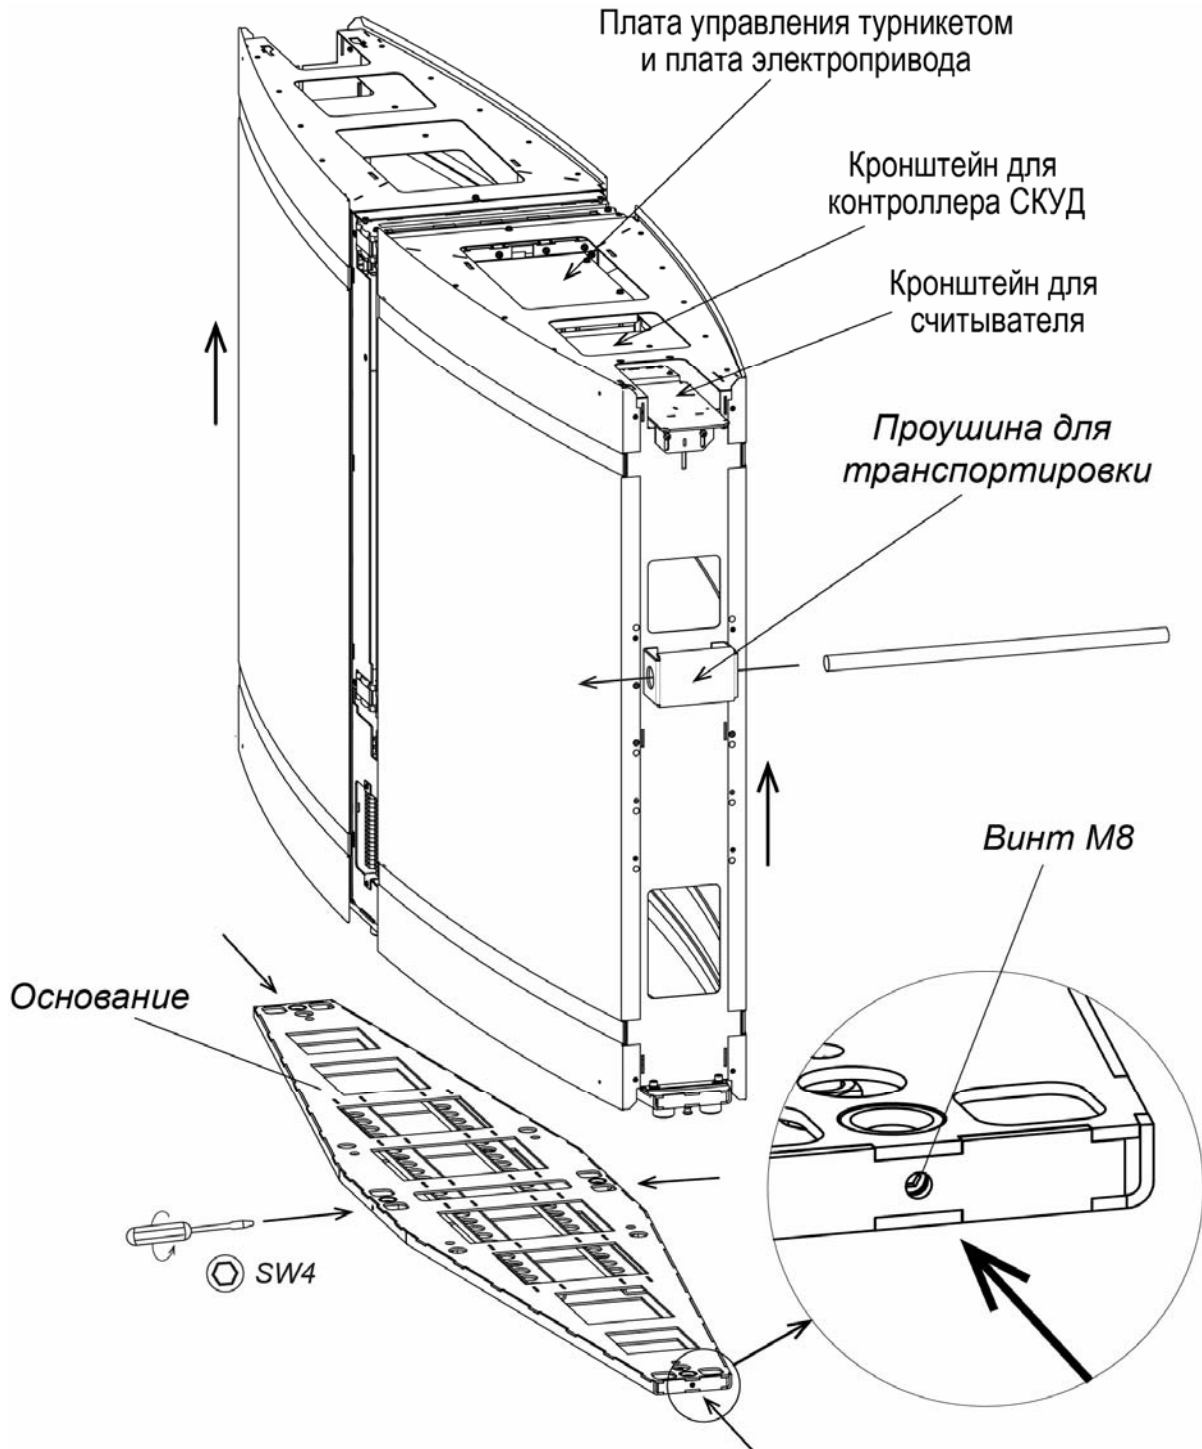

Рисунок 20. Демонтаж секции с основания
10. Установите секцию *Master* на основание, предварительно протянув внутрь ее соединительные кабели. Используя шестигранный ключ SW4, закрепите секцию на основании с помощью четырех установочных винтов M8 (см. рис. 20). При необходимости для более удобной прокладки кабелей внутри корпуса секции имеется возможность отсоединить и выдвинуть по продольной оси одну или две съемные части корпуса (см. разд. 8.7.3, рис. 21).
18. При необходимости произведите монтаж считывателей карт доступа и контроллера СКУД – считыватели устанавливаются на предусмотренные для этого кронштейны, расположенные внутри секций под верхними блоками индикации крышек, контроллер СКУД может быть установлен на специальных стойках1 в проеме корпуса секции сверху под крышкой турникета (см. рис. 20).
1. Ключом шестигранным SW4 выверните до упора четыре винта M8 (см. рис. 20).
Плата электропривода створки располагается под стеклянной крышкой турникета с правой стороны от створки в проеме корпуса секции, см. рис. 20 (для стороны *Master* совместно с платой управления).